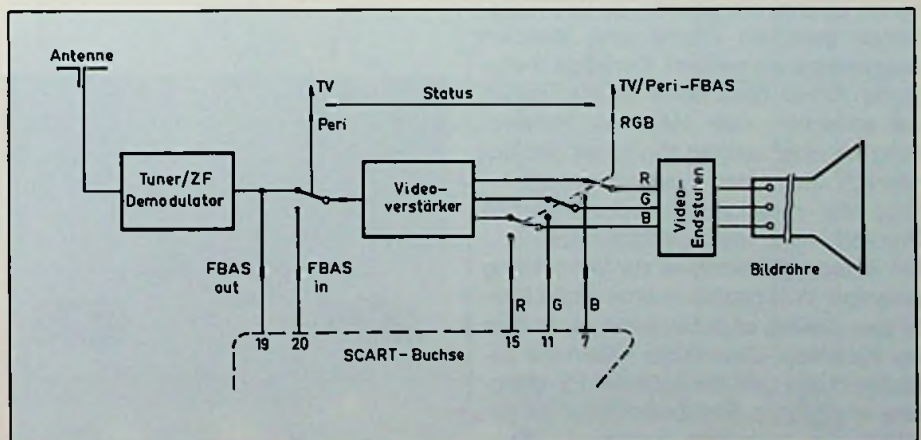

Bild 5: Der wählbare, interne Status des Fernsehgerätes bei Verwendung des neuen Verbindungssystem zu peripheren Video/Audio-Geräten
3. RGB-Quellen sind direkt anschließbar (Bild 5).